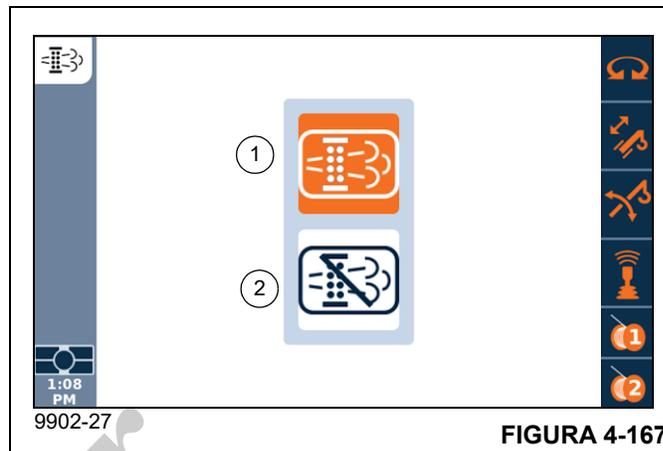

FIGURA 4-167
La pantalla de la función de limpieza del sistema de escape (Figura 4-167) permite al operador iniciar o inhibir el proceso de limpieza del sistema de escape.
6. Use el cuadrante selector o los botones de flecha arriba/abajo en el panel de control de navegación para seleccionar el icono de inicio del proceso de limpieza manual (1, Figura 4-167) (el icono se vuelve naranja).
Si se presiona el pedal del acelerador o del freno de servicio durante la limpieza o se selecciona el icono de inhibición del proceso de limpieza (2, Figura 4-167), se interrumpirá el proceso de limpieza manual.